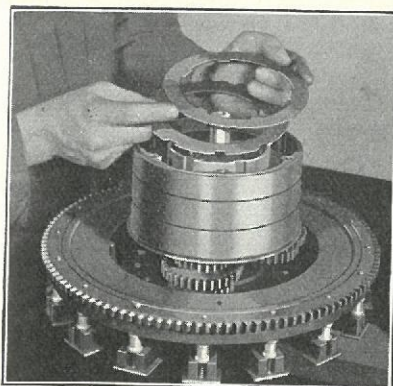

Fig. 204
- 309 Undersøg om Lamellerne er slidte eller revnede. Hvis de er i Orden, indsættes de i Bremsetromlen vel indsmurte i Olie. Der er ialt 25 Lameller, hvoraf 12 smaa og 13 store Lameller. Ved Samlingen begyndes med en stor Lamel (Fig. 204), derefter indlægges en lille Lamel, derpaa igen en stor Lamel og saa fremdeles. Der sluttes med en stor Lamel.